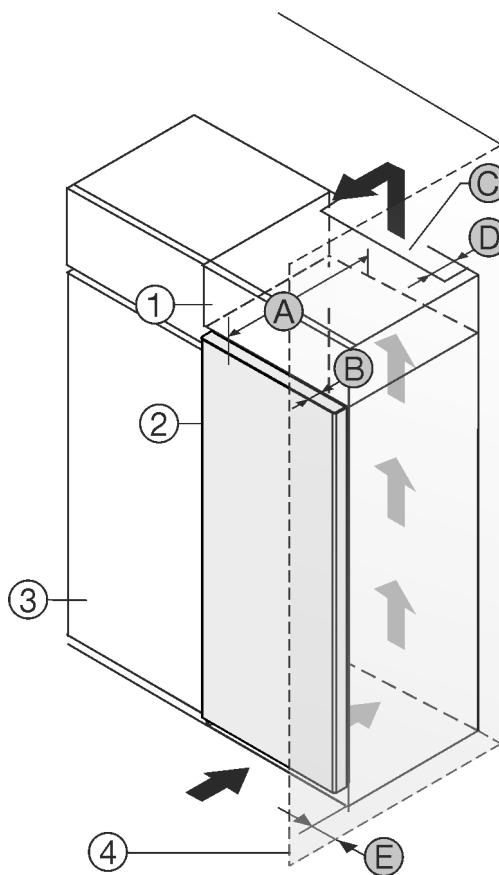

Fig. 1
- (1) Skapmodul *
- (2) Enhet *
- (3) Kjøkkenskap *
- (4) Vegg *
- (A) Enhetsdybde *
- (B) Dørdybde *
- (C) Ventilasjonstverrsnitt *
- (D) Avstand enhetens bakside *
- (E) Avstand på siden av enheten *
Du kan plassere apparatet rett ved siden av kjøkkenskapet Fig. 1 (3).*
På baksiden av skapmodulen over enheten må det installeres en ventilasjonskanal med dybden Fig. 1 (D) over hele skapmodulens bredde.*
Ventilasjonstverrsnittet Fig. 1 (C) under taket i rommet må overholdes.*
Hvis apparatet plasseres med hengslene mot en vegg Fig. 1 (4), må avstanden mellom apparatet og vegg være minst 13 mm.*
For at du skal kunne åpne døren helt, må apparatet rage dørdybden Fig. 1 (B) lenger ut enn fronten på kjøkkenskapene. Avhengig av kjøkkenskapenes Fig. 1 (3) dybde og bruk av veggavstandsstykker kan enheten rage enda lenger ut.*